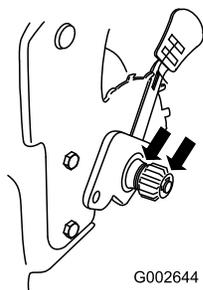

**Figura 41**
5. Vierta aceite **lentamente** por el tubo de llenado de aceite, comprobando el nivel con la varilla de vez en cuando, hasta que la varilla indique que el motor está lleno, tal como muestra Figura 41. **No llene demasiado.** (Capacidad máxima: 0,55 l, tipo: aceite detergente SAE 30W con clasificación de servicio API SH, SJ, SL o superior.)
**Nota:** Cada vez que compruebe el nivel de aceite, retire la varilla y límpiela, introdúzcala en el cuello de llenado de aceite (sin enroscarla), luego retírela de nuevo y compruebe el nivel (Figura 41).